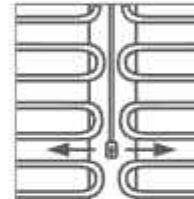

Rysunek 3
- Ustać matę grzejną w stosunku do czujnika temperatury podłogi.** Upewnić się, że czujnik jest umieszczony -wewnątrz maty grzejnej (rys. 1) lub między dwiema matami (rys. 2) w równej odległości od zwojów kabla grzejnego. Nie należy instalować czujnika temperatury podłogi między zwojami kabla grzejnego (rys. 3).